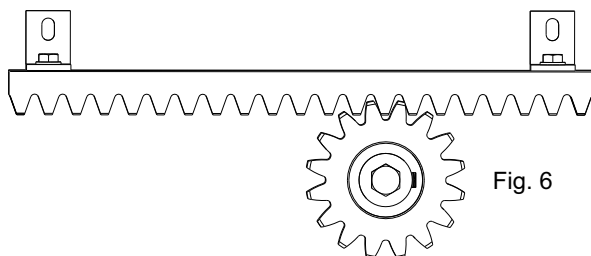

Fig. 6
**5.3.** apoyar el elemento de cremallera al piñon dentado del motorreductor en modo que resulte paralela la guía a nivel del suelo de la cancela y posicionandolo como en Fig. 6 ejecutar los agujeros en correspondencia de los agujeros de los soportes a L en la parte alta del ojal y fijar la hoja con lostornillos en dotación.